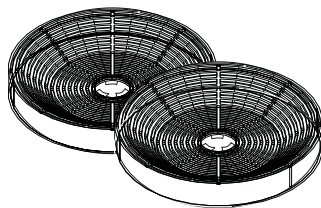

Рис. 18
Угольные фильтры (2 шт.) (Рис.18) применяются исключительно в том случае, если вытяжка не подсоединена к вентиляции.
- b) установить угольные фильтры на входные решетки моторов вогнутой стороной к решетке (Рис. 18),